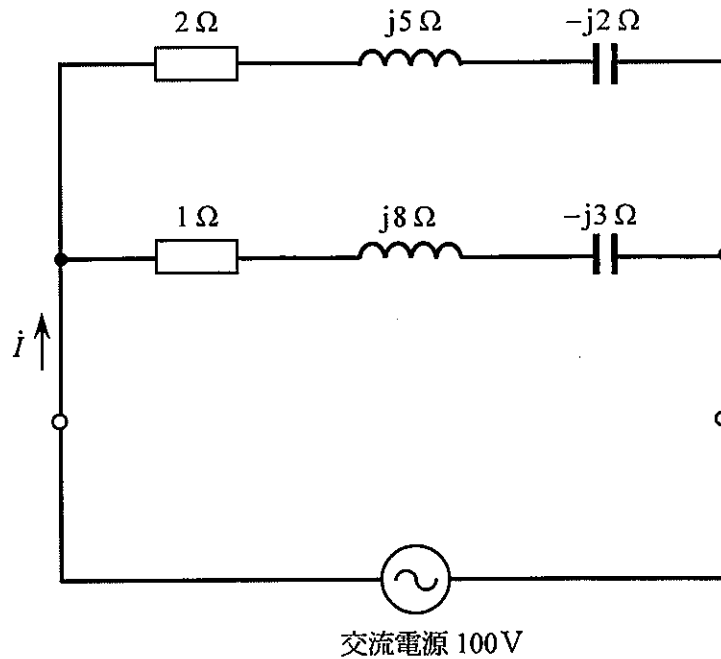

図3
- (2) 図3のように、電圧100V（実効値）の交流電源に、負荷として抵抗、コイル及びコンデンサの直列回路が並列に接続された単相回路があり、電源から電流 i [A] が流れている。ここで、各回路素子のインピーダンスの値は図3に示すとおりである。